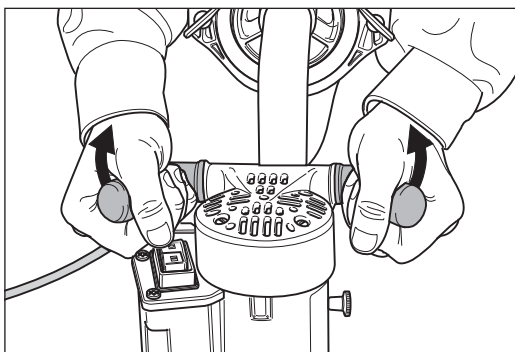

Abb. 7 Vor dem Einschalten und vor dem Ausschalten die Maschine etwas nach hinten kippen.
- Vor dem Einschalten die Maschine **immer** etwas nach hinten kippen (Abb. 7), so dass die Schleifscheibe vom Boden abgehoben wird!
- 1 Kippen Sie die Maschine etwas nach hinten (Abb. 7).
Vor dem Ausschalten die Maschine immer etwas nach hinten kippen (Abb. 7), so dass die Schleifscheibe vom Boden abgehoben wird!